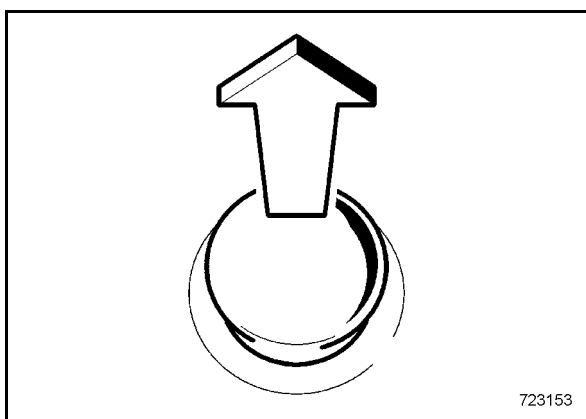

Рис. 58
- При необходимости, расцепить аварийный выключатель (Рис. 58).